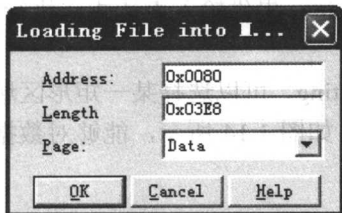
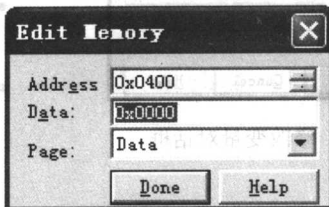

图 1.7 存储器设置对话框
图 1.8 存储器编辑对话框
- Data→Load, 将主机文件中的数据加载到 DSP 目标系统板, 可以指定存放的数据长度和地址。数据文件的格式可以是 COFF 格式, 也可以是 CCS 所支持的数据格式, 默认文件格式是 .dat 的文件。当打开一个文件时, 会出现存储器设置的对话框, 如图 1.7 所示。
(2) Edit 菜单
- Memory→Edit, 编辑存储器的某一存储单元。单击该命令, 将打开如图 1.8 所示的对